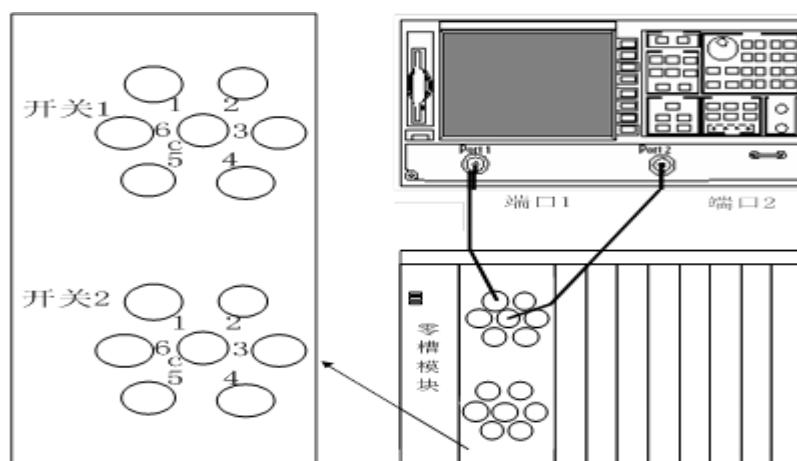

图 7.3 隔离度测试框图
- 步骤 4. 按图 7.3 接测试仪器，运行开关模块软面板，打通开关 1 的 2 端口，设置 S21 参数的测试扫描完成一次后即保持，设定光标找出此时的最大值，该值即为开关 1 的 1 端口相对于 2 端口之间的隔离度，将测量结果记录于附表中。